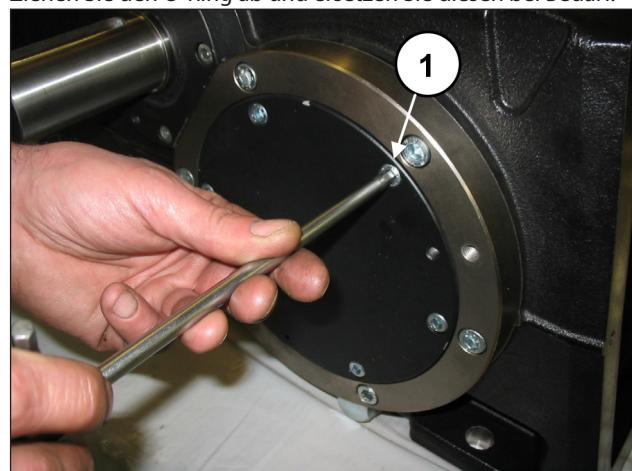
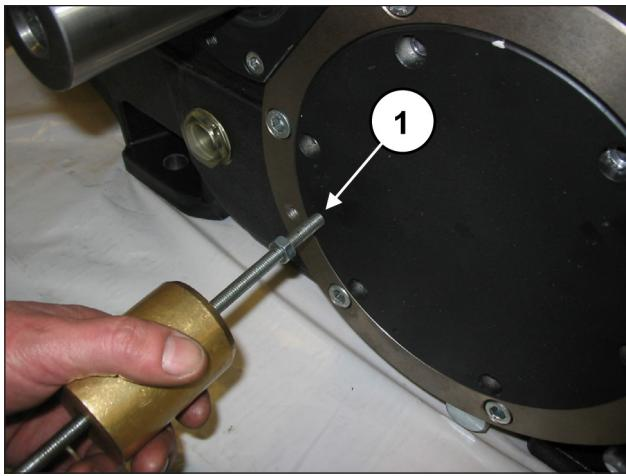

Abb. 10
Abb. 11
Demontieren Sie die beiden Lagerdeckel und lösen hierzu die entsprechenden Schrauben (Pos. ①, Abb. 10). Zum leichteren Ausbau verwenden Sie 2 Stiftschrauben oder Schrauben M8 (Pos. ①, Abb. 11) als Abzieher. Ziehen Sie den O-Ring ab und ersetzen Sie diesen bei Bedarf.